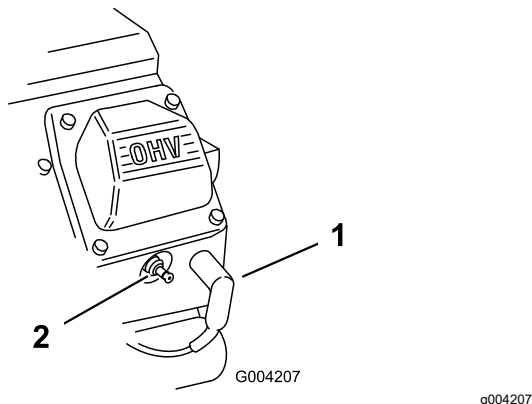

Figura 155
3. Asamblați firele bujiilor la bujii (Figura 155).